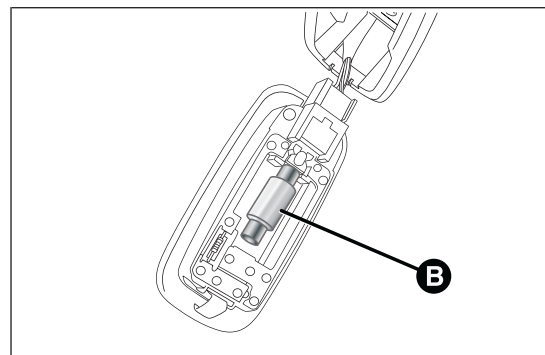

fig. 185
- ☐ sostituire la lampada B fig. 185 svincolandola dai contatti laterali;